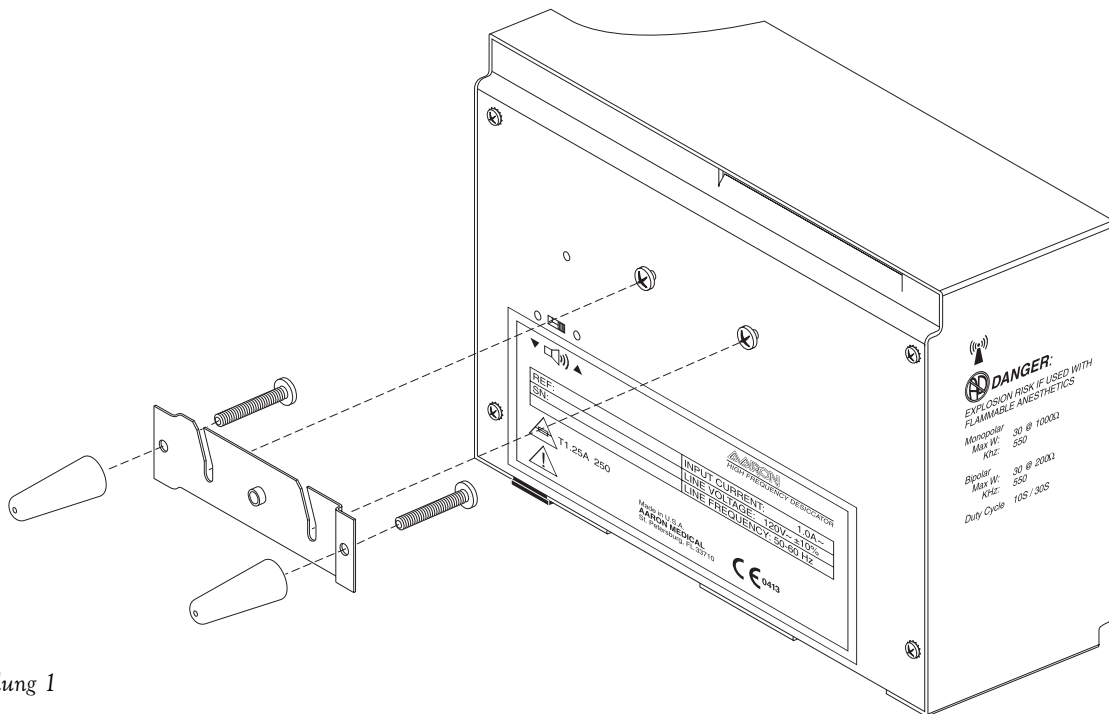

Abbildung 1
1. Den Hochfrequenzexsikkator Aaron mit Hilfe des Standardhalterungssatzes an der Wandhalterung oder auf dem optional erhältlichen, fahrbaren Untertisch montieren (siehe Abbildung 1). Das Gerät nicht in horizontaler Position einsetzen, da Flüssigkeiten hineinlaufen können.